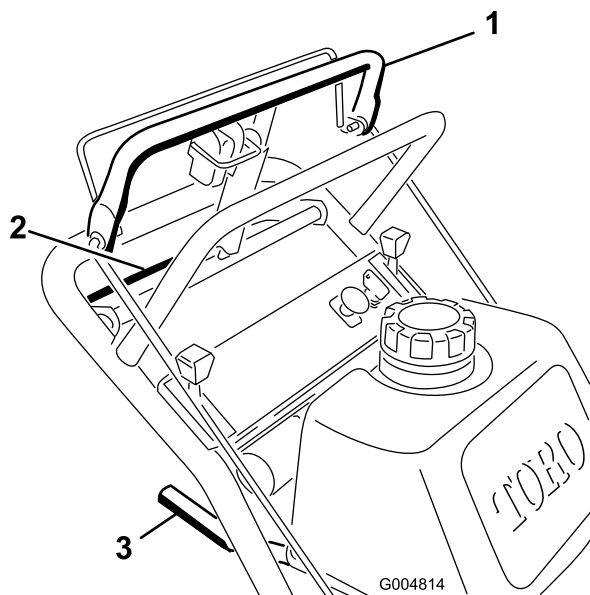
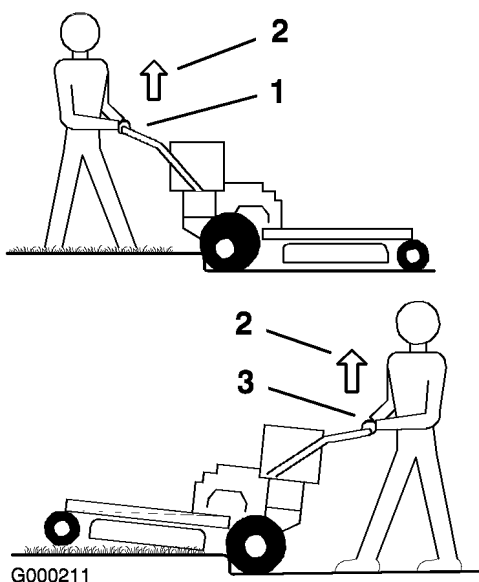

Figura 18
Figura 19
1. Para ir hacia adelante, mueva la palanca de cambios a una marcha hacia adelante (Figura 18).
3. Presione lentamente la barra de control superior para conducir hacia adelante (Figura 18).
Para ir recto, aplique la misma presión a los dos extremos de la barra de control superior (Figura 18).
Para girar, deje de empujar la barra de control superior del lado al que desea girar (Figura 18).
3. Apriete lentamente la barra de control inferior y el manillar inferior para conducir hacia atrás (Figura 18).
3. Conduzca la máquina hasta que las ruedas giratorias toquen el bordillo (Figura 19).
4. Levante la parte delantera de la máquina empujando el manillar inferior hacia abajo (Figura 19).
5. Conduzca la máquina hasta que las ruedas de tracción toquen el bordillo (Figura 19).
6. Baje la parte delantera de la máquina (Figura 19).
7. Al mismo tiempo, engrane la barra de control inferior y levante el manillar inferior para conducir la máquina por el bordillo (Figura 18 y Figura 19).
3. Conduzca la máquina hasta que las ruedas de tracción toquen el bordillo (Figura 19).
4. Al mismo tiempo, engrane la barra de control inferior y levante el manillar inferior (Figura 18 y Figura 19).